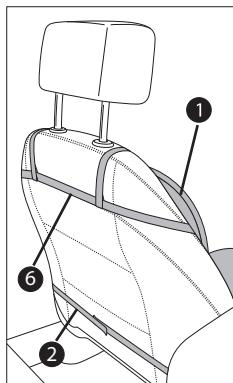

Abb. 1
- ◆ Legen Sie die Sitzauflage ① auf den Autositz.
- ◆ Stülpen Sie die Befestigungsgurte ⑥ der Sitzauflage ① über die Kopflehne des Autositzes.
- ◆ Befestigen Sie die Sitzauflage ① sorgfältig mit den Befestigungsgurten ② (siehe Abb. 1).